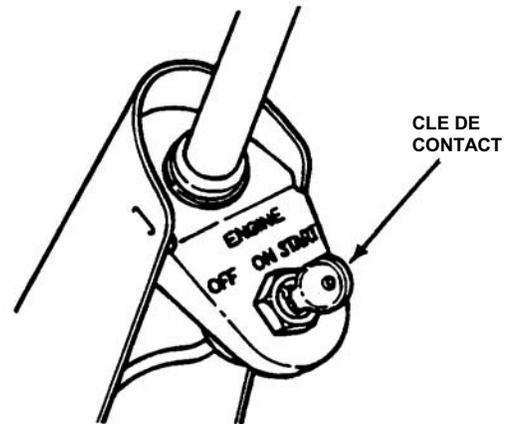

FIGURE 2.9
6. Tournez la clé sur la position marche (ON). Voir figure 2.9.